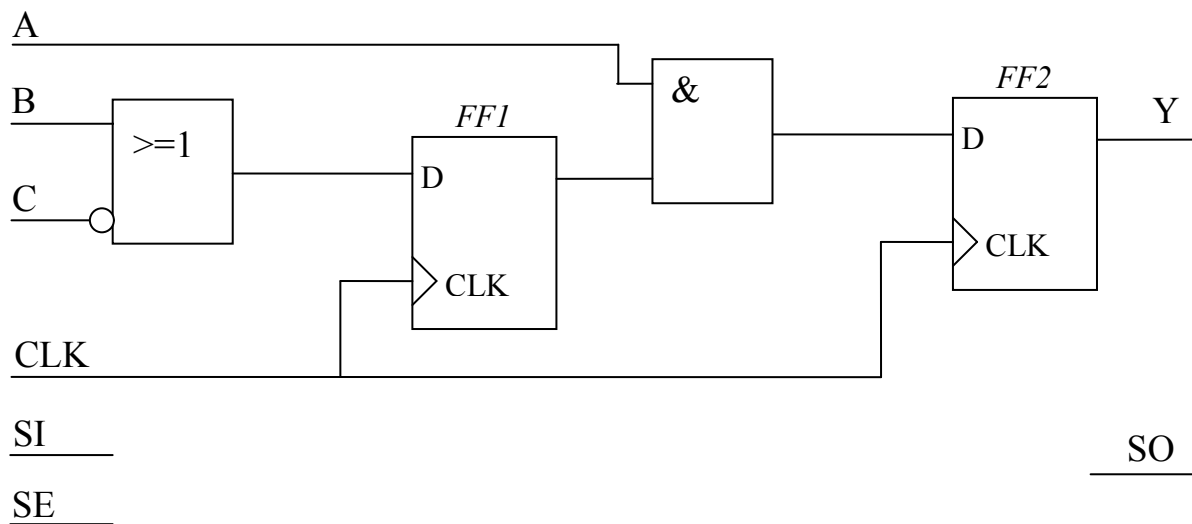

Abbildung 3.1
Gegeben ist die Schaltung in Abbildung 3.1.
- (b) Erweitern Sie die beiden Flip-Flops in Abbildung 3.1 entsprechend!